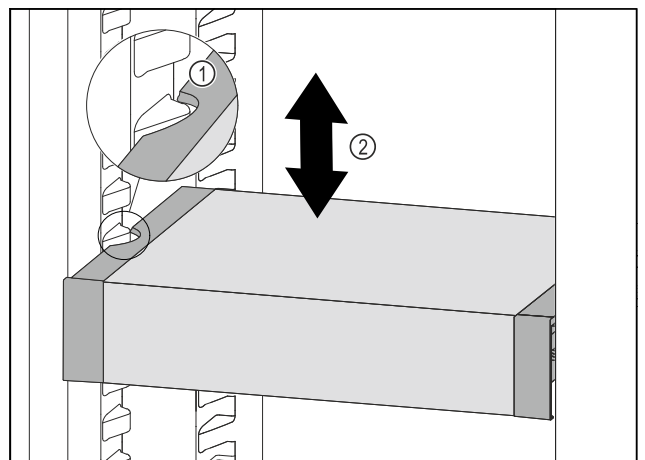

Fig. 106
- ▶ Потягнути VarioSafe вперед, поки бокові заглиблення VarioSafe не опиняться на рівні ребра для резервуара в охолоджувальному відділенні. Fig. 106 (1)
- ▶ Пересувайте VarioSafe вгору або вниз в охолоджувальному відділенні до тих пір, поки не досягнете бажаної висоти. Fig. 106 (2)